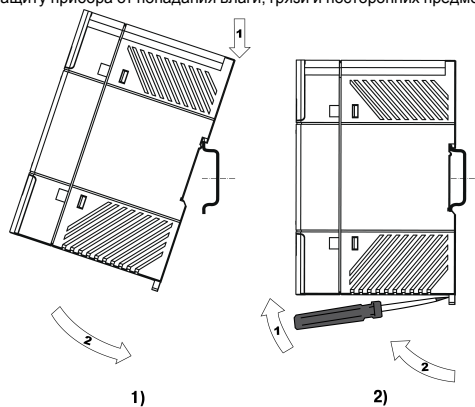
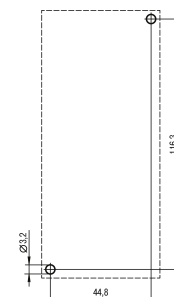

Рисунок 1 – Монтаж (1) и демонтаж (2)
Рисунок 3 – Установочные размеры для монтажа на стену
2. Закрепить прибор на DIN-рейке (см. рисунок 1) или на вертикальной поверхности с помощью винтов (см. рисунок 3).